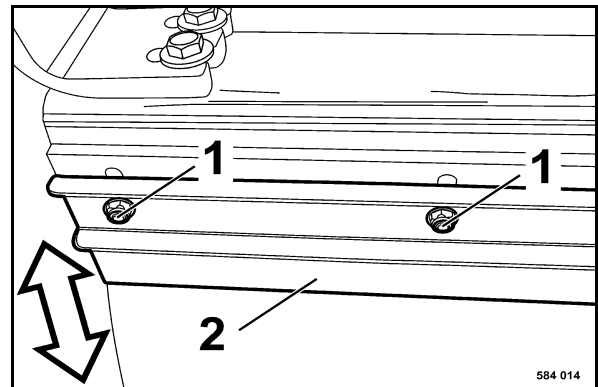

fig. 189
- Pour régler le racleurs 2 (fig. 189), desserrer les vis de fixation (1) aux trous oblongs et pousser le racleur jusqu'en butée du bandage.